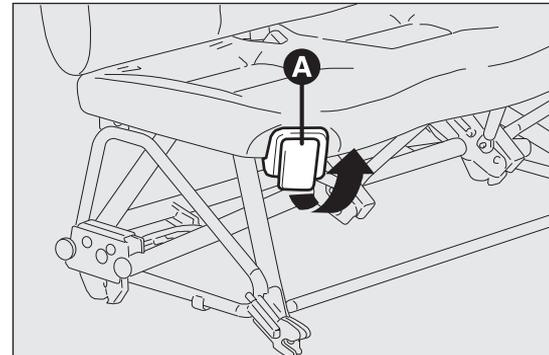
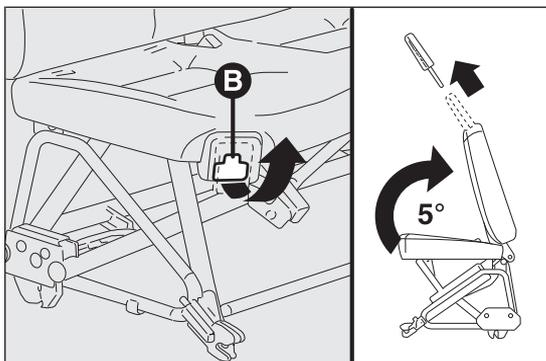

Abb. 35
Abb. 36
Den Hebel A Abb. 35 heben und die Lehne nach vorne neigen.
- Den Hebel B Abb. 36 (unter dem Hebel A Abb. 35) mit der rechten Hand heben;